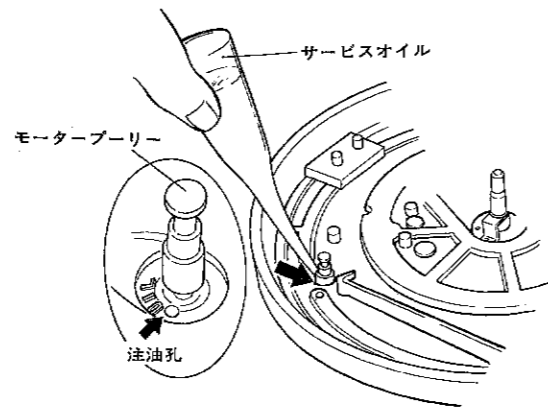

図22
- 5 付属品箱からサービスオイルを取り出し、図22のモーター注油孔へ1~2滴注油します。その時、誤まってドライブベルトやモータープリーにオイルを付けないように注意してください。